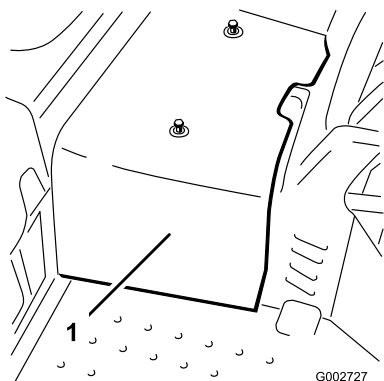

Figura 48
2. Desaperte os dois parafusos que fixam o resguardo central à máquina e retire o resguardo (Figura 48).